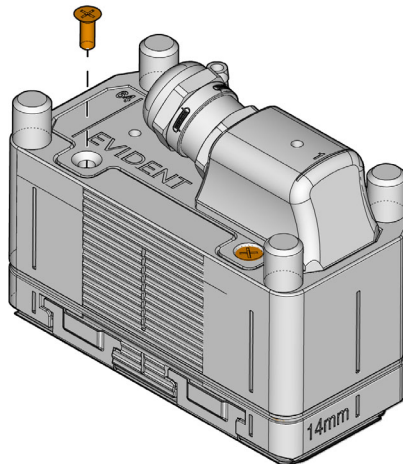

Abbildung 5-5 Halteschrauben des Sensors
2. Entfernen Sie die vier Schrauben, mittels derer der Sensor auf der Sensorhalterung befestigt ist (siehe Abbildung 5-5 auf Seite 82).